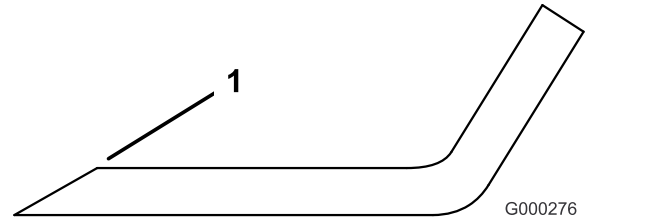

図 92
3. すべてのブレードの刃先を点検し、刃先が丸くなっていたり打ち傷がある場合には研磨する 図 92。
注 研磨は刃先の上面だけに行い、刃の元々の角度を変えないように十分注意する 図 92。左右を同じだけ削るようにすればバランスが狂わない。